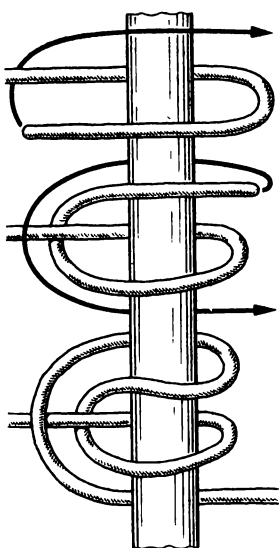

Рис. 62. Зигзаговый узел
**Зигзаговый узел** (рис. 62). Название узла как нельзя лучше соответствует его форме. При вязке этого узла ходовой конец проходит как бы зигзагами то в одну, то в другую сторону. Зигзаговый узел весьма специфичен. Он в основном применяется для утягивания и закрепления высокого штабеля груза в открытом кузове грузового автомобиля, оборудованного высокими стойками. Если, например, на таком грузовике требуется перевезти несколько сотен легких ящиков, то их прежде всего необходимо надежно закрепить. Сделать это можно с помощью длинной веревки, применив зигзаговый узел. Крепить веревку вокруг стоек грузовика лучше всего, держа ее моток в руке, иначе придется каждый раз протаскивать всю длину веревки.